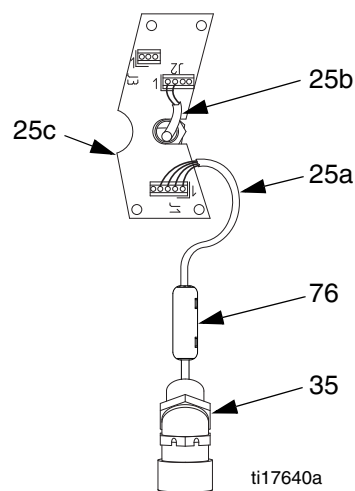

FIG. 27: Collegamenti della scheda del circuito
- a. Vedere FIG. 27. Scollegare il cavo del trasduttore (25a) da J1 sulla scheda del circuito (25c). Rimuovere e conservare la ferrite (76).
- c. Scollegare i fili di campo del circuito IS da J2 e J3 sulla scheda del circuito, e dalle due morsettiere (46). Scollegare i cavi del sensore di posizione dalle due morsettiere. Conservare le morsettiere.
- e. Svitare i raccordi conduttivi (74° e 35) dall'alloggiamento dell'ingranaggio. Estrarre il raccordo a 45° (35) e il condotto del trasduttore dall'alloggiamento. Non scollegare il trasduttore dalla porta di uscita (P).
- f. Scollegare il sensore di posizione e le parti di collegamento dall'alloggiamento dell'ingranaggio (1). Vedere pagina 24. Assicurarsi di rimuovere l'adattatore del sensore di posizione (78). Conservare queste parti.
11. Svitare i dadi di blocco (15) dai tiranti (3). Rimuovere l'intera sezione del fluido. Svitare i tiranti (3) dalla carcassa degli ingranaggi.